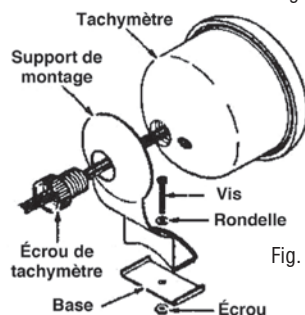

Fig. 2
- a. Pour installer sur ou sous le tableau de bord, percez un trou de 3/16 po dans le tableau de bord. Installez la base (n° 4) et le support de montage et retenez le tout au tableau de bord au moyen de la vis (n° 7), de la rondelle (n° 8) et de l'écrou (n° 9). (Fig. 2)